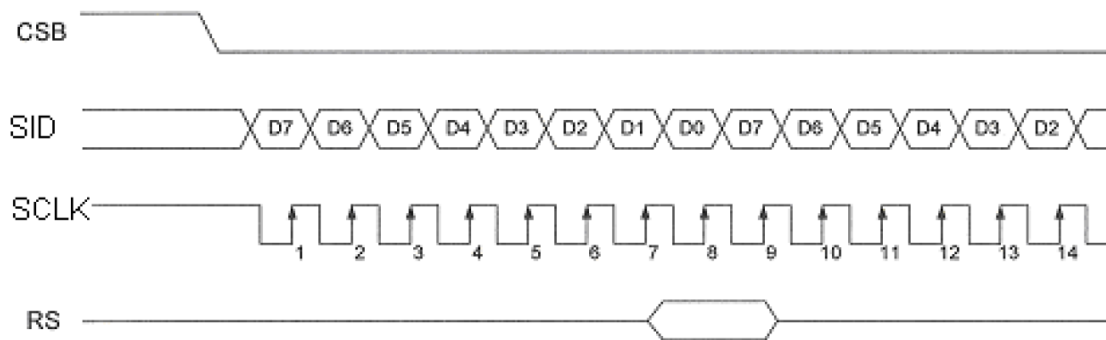

Fig 2.2 : exemple de chronogramme SPI
- **SCLK** : horloge du SPI : repos à l'état '1'. Le verrouillage de chaque donnée se fait sur front montant (cf *fig 2.2*). Période minimale de 640ns, soit une fréquence maximale de 1,56MHz,